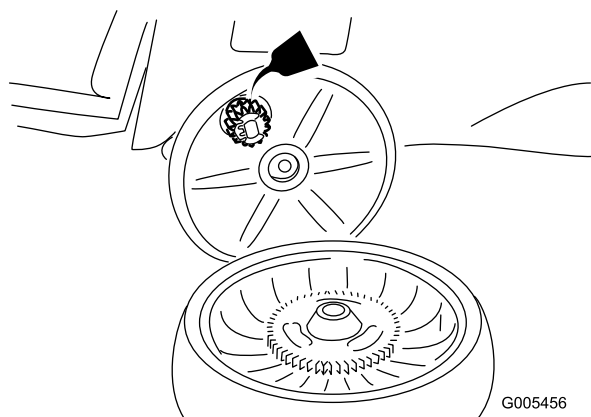

Рисунок 29
2. Нанесите смазочное масло на внутреннюю и внешнюю стороны зубчатого колеса, как показано на Рисунок 29.